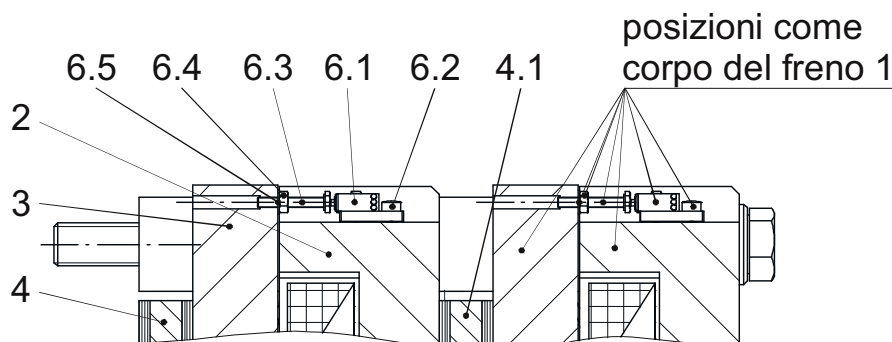

Fig. 6
Dispositivo di monitoraggio della ventilazione (6) fig. 6
Montaggio e regolazione del circuito frenante (operazioni eseguite in fabbrica) fig. 6